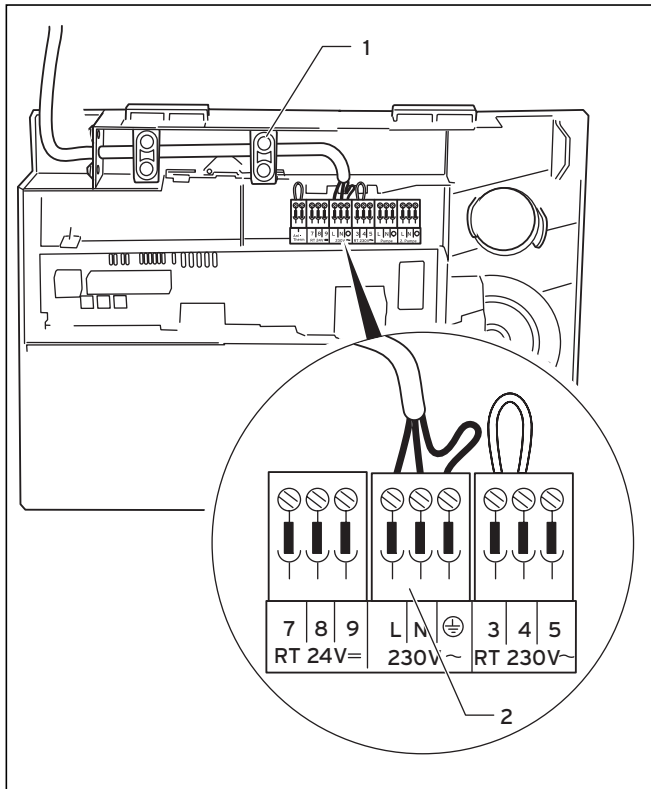
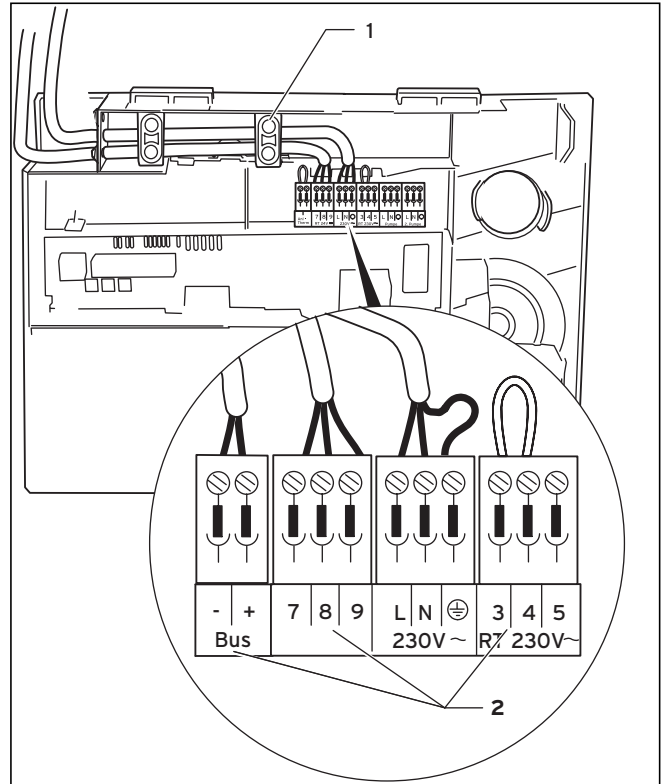

Abb. 5.11 Anschluss der Netzzuleitung
Abb. 5.12 Anschluss einer witterungsgeführten Regelung
- Verlegen Sie die Netzzuleitung im Schaltkasten wie in Abbildung 5.11 gezeigt.
- Sichern Sie die Leitung mit der Zugentlastung (1).
- Klemmen Sie die Netzzuleitung an den dafür vorgesehenen Klemmen ⊕, N und L des System ProE an (2).
- Verlegen Sie die erforderlichen Leitungen zur Anschlussebene im Schaltkasten wie in Abbildung 5.11 gezeigt.
- Sichern Sie die Leitungen mit den Zugentlastungen (1).
- Schließen Sie die Anschlusskabel entsprechend Abbildung 5.12 an die entsprechenden ProE Stecker (2) bzw. Steckplätze der Elektronik an.